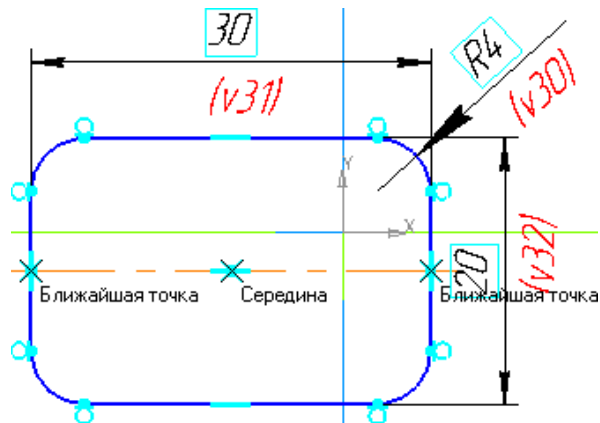

Рисунок 10.
- С помощью команды **Точка** постройте точку на середине осевой линии (рис. 10).